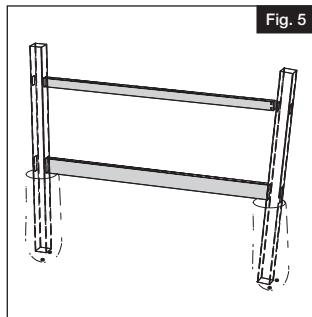

Fig. 5
- a. Inserte los travesaños superior e inferior en los orificios ranurados superior e inferior para poste en los dos postes (Fig. 5).